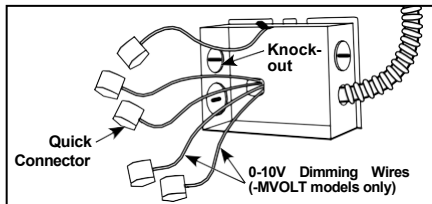

Figure 6
Step 2. Remove wiring box cover. Remove the appropriate knock-out(s) to accommodate the type of electrical supply being used (Fig. 6):
Step 3. Strip supply wire 3/8" and insert each supply wire into appropriate connector. Connect black fixture wire to hot, white fixture wire to neutral and green fixture wire to ground. (Fig. 6).
Paso 2. Retire la cubierta de la caja de cableado. Retire el(los) orificio(s) troquelado(s) apropiado(s) para adaptar el artefacto al tipo de suministro eléctrico que se está usando (Fig. 6).
Paso 3. Pele 3/8 in del cable de suministro e inserte cada cable de suministro en el conector apropiado. Conecte el cable negro del artefacto a caliente, el cable blanco del artefacto a neutro y el cable verde del artefacto a tierra. (Fig. 6).